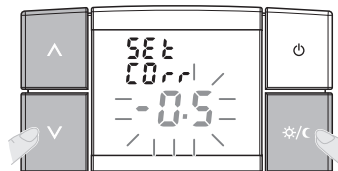

fig. 29
- Pour modifier la valeur (configurable de **-1,9°C** à **+1,9°C**), appuyer sur une des touches **▲** ou **▼** (exemple sur la fig. 29).
La figure 29 présente l'exemple de configuration de la correction de température ambiante (offset) : **-0,5°C**.
- Appuyer brièvement sur la touche **☀/☾** pour passer à la fonction suivante (exemple sur la fig. 29 / 30).